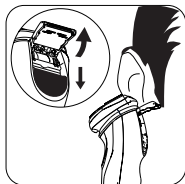

Fig. 2
- Presione el botón de apertura de la unidad de afeitado (Fig. 2)
- Presione el botón de apertura de la unidad de afeitado. (Fig. 2)